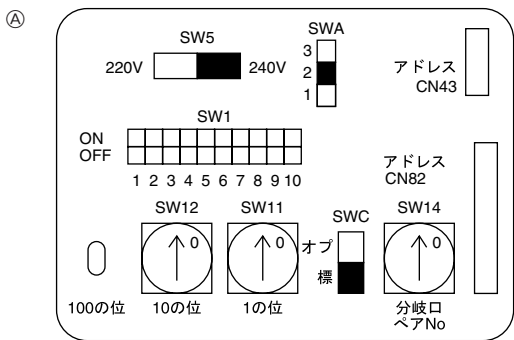

Fig. 6-4
6.3. De aansluitadressen instellen (Fig. 6-4)